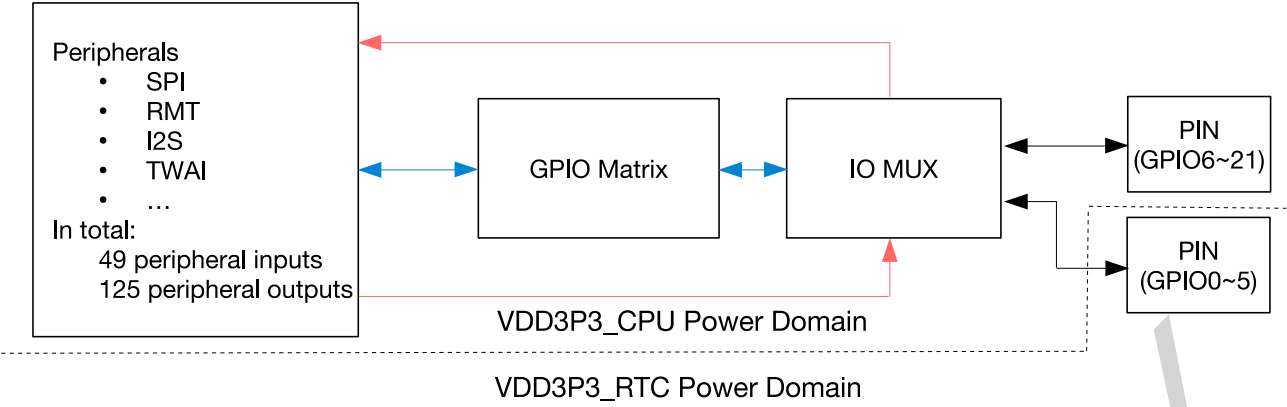

图 4-1. IO MUX 和 GPIO 交换矩阵框图（简图）
- 图 4-1 简要展示了 IO MUX 和 GPIO 交换矩阵的工作流程；